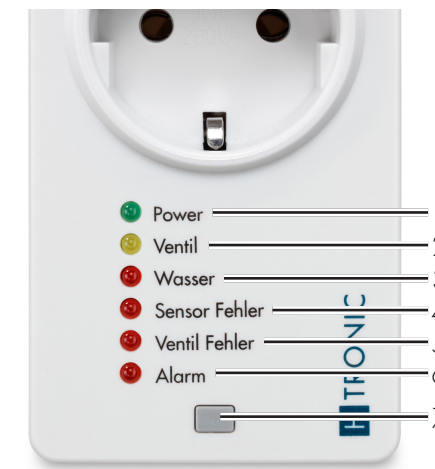

Bild 5 Anzeige des Wasserschutzschalters
- Drücken Sie den Taster am Wasserschutzschalter (Pos. 7, Bild 5).
2. Drücken Sie den Taster (Pos. 7, **Bild 5**).